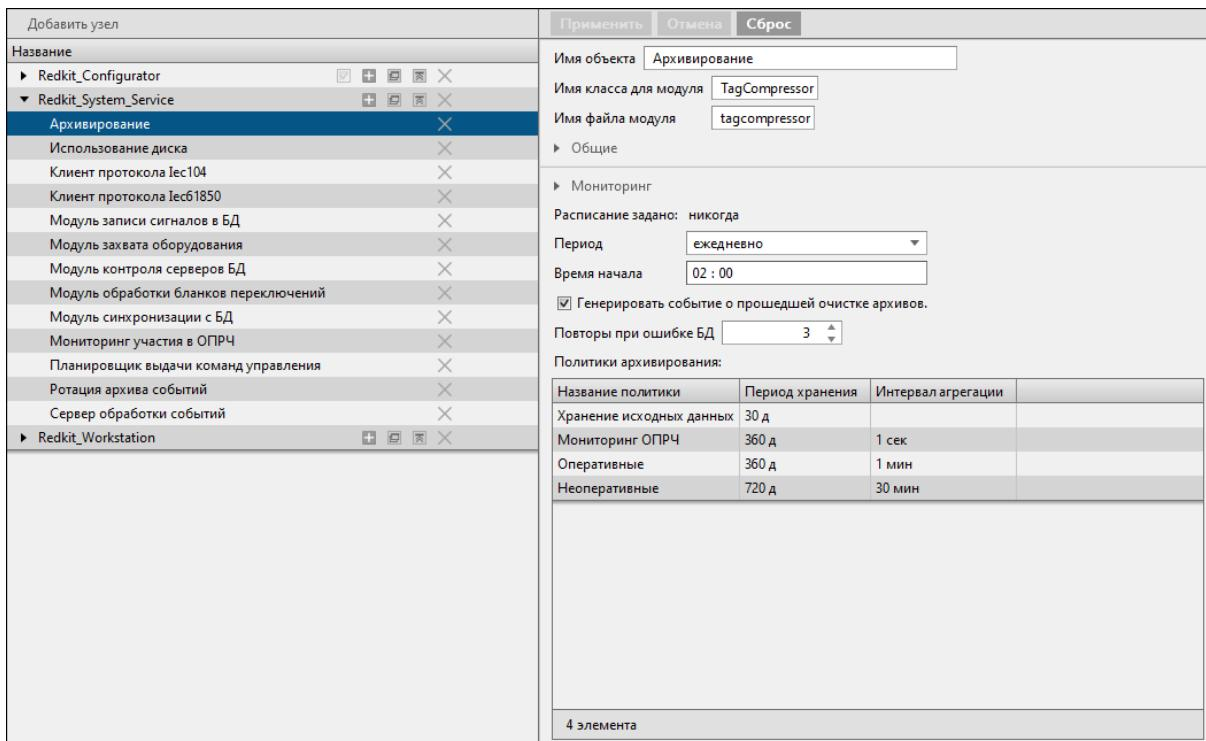

Рисунок 170 - Модуль «Архивирование»
- Перейдите на вкладку Настройки узла и внутри в сервисных узлах (*Redkit_System_Service* или *Redkit_Master* и *Redkit_Slave*, в зависимости от типа конфигурации) нажмите на модуль **Архивирование** (Рисунок 170).